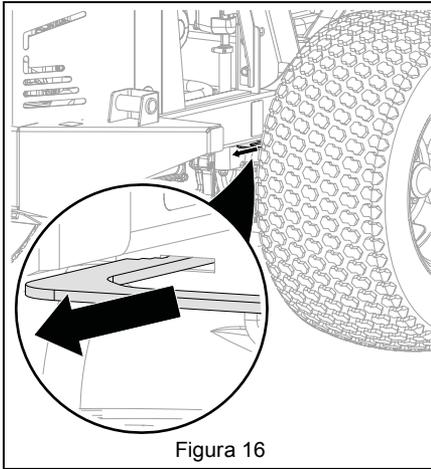

Figura 16
- Ponga ambas palancas de derivación de los transejes en posición de derivación. Consulte Figura 16.